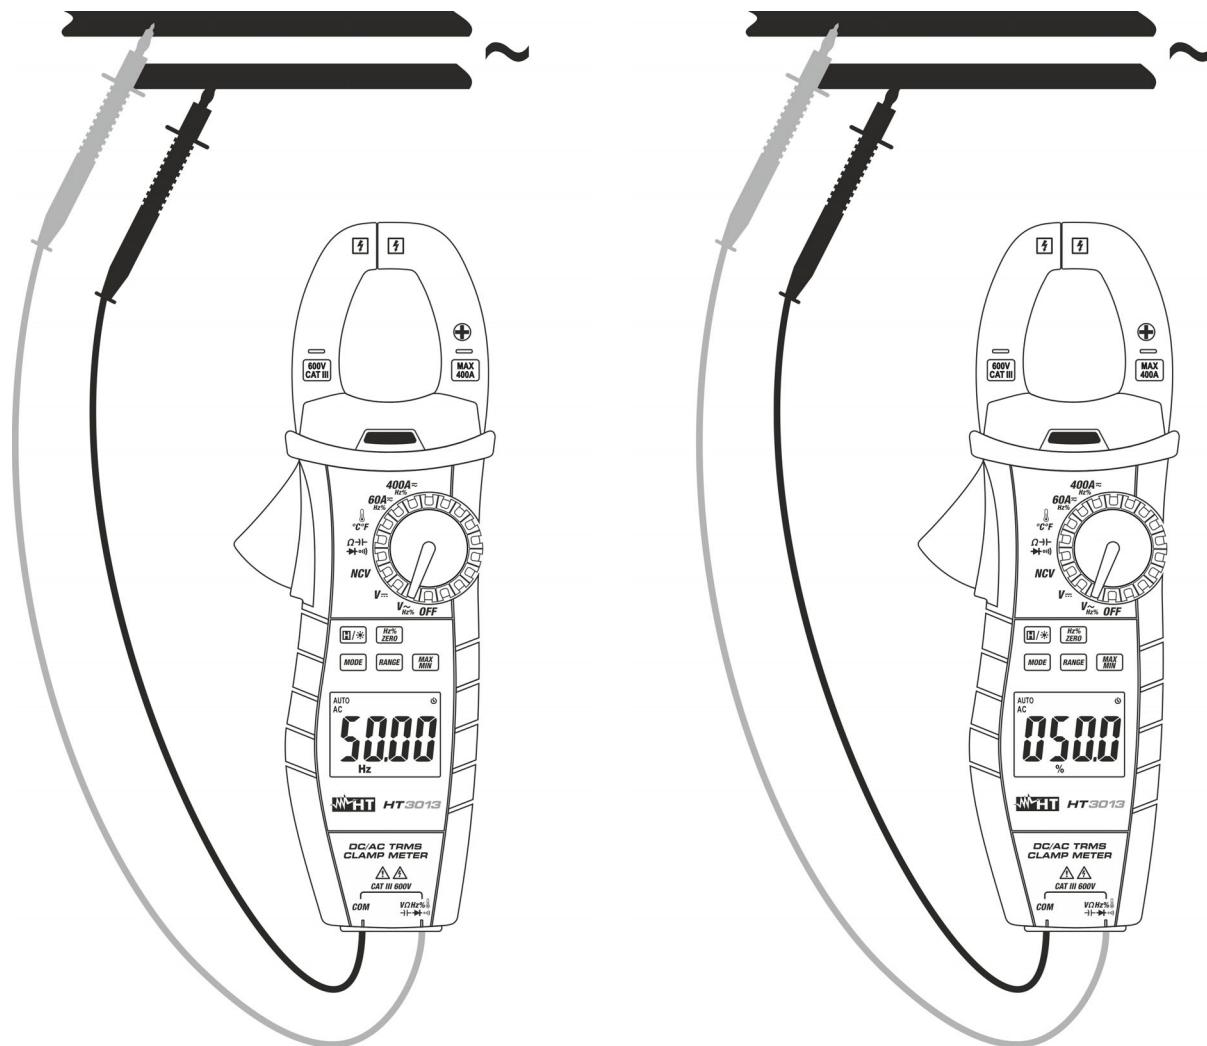

Fig. 6: Uso dello strumento per misure di Frequenza e Duty Cycle
- Posizionare i puntali nei punti desiderati del circuito in esame (vedere Fig. 6). Il valore della frequenza (Hz) o del duty cycle (%) è mostrato a display